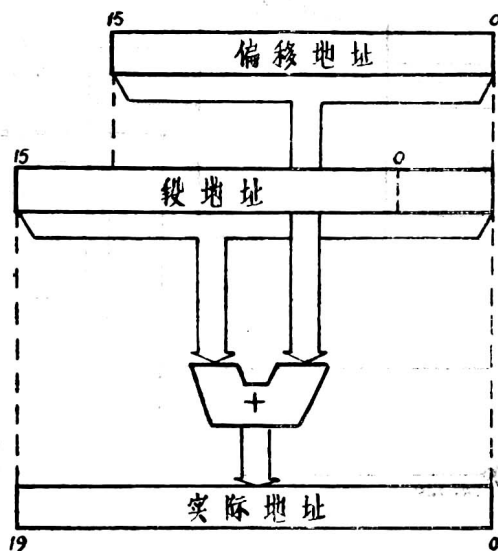

图4 20 位实际地址的获得方法
2) 有四个段寄存器存放段地址（即代码段CS，数据段DS，堆栈段SS，附加段ES）。如图4所示，把段地址左移四位，形成20位长度，但最低4位为“0”的段起始地址，再把它加上16位有效地址（偏移地址），就得到20位长的实际地址，从而使存储器具有1兆字节的寻址能力。